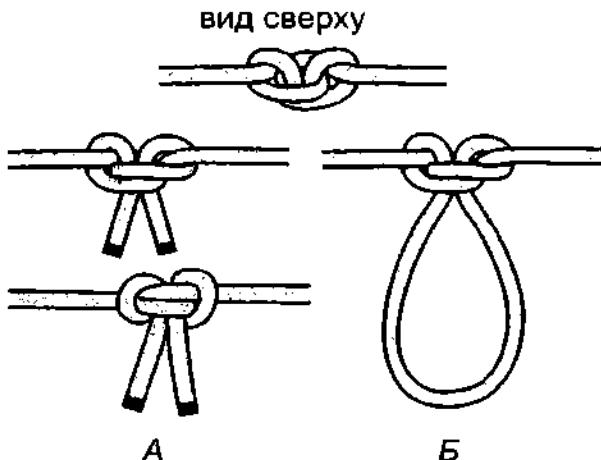

Рис. 832. А – **ездовой узел**; Б – **ездовая петля**.
**Австрийский проводник** (ездовая петля) одна из лучших петель, используемых в альпинизме. **Ездовой узел** – родной брат **ездовой петле** (рис. 832). Он так же, как и **ездовая петля**, способен надёжно выдержать большие нагрузки. **Ездовой узел** не ползёт, не ослабляет трос, крепкий и безопасный, а после использования также легко и быстро развязывается, как и завязывается. После завязывания узел совсем не ползёт и сразу же готов к работе. Перед работой **ездовой узел** необходимо расправить и хорошененько затянуть.